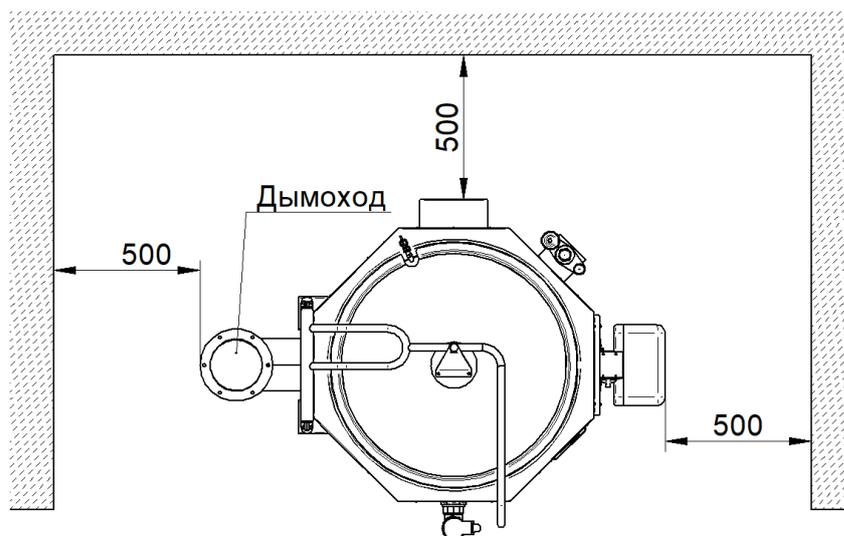

Рисунок 2 Установка котла
- снять винты крепления крышки блока управления (рис. 2 поз. 9). Произвести ревизию соединительных устройств электрических цепей котла (винтовых и безвинтовых зажимов), при ослаблении необходимо подтянуть или подогнуть зажимы до нормального контактного давления;